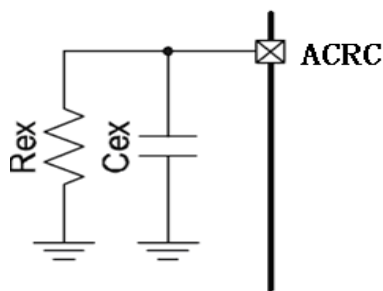

图 8. ACF 模式引脚 ACRC 的外接方式
*2:连接方式见下图8所示。
ACF模式下启动时间^{*1}和释放时间^{*2}可通过在ACRC端外接不同的电阻(R_{ex})和电容(C_{ex})值灵活地设置,连接方式见图8所示。